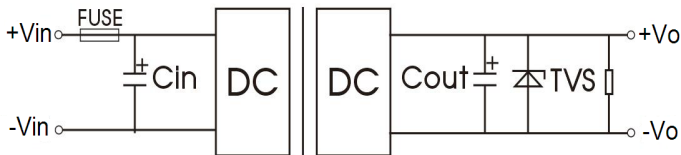

图 1
- (1)产品测试及应用时,请按照(图1)推荐的测试电路进行;至少保障外接一个电解电容Cin($\geq 220\mu\text{F}$),用于抑制输入端可能产生的浪涌电压。
- (2)如果产品输入端并联瞬变能量较大的电路(如并联电机驱动电路),或会导致产品输入电压被拉低,此时关注产品输入电压的波动,建议适当增大输入端电解电容Cin的容值,以保障输入端电压稳定,避免输入电压低于欠压保护点导致产品重复启动的情况。
- (3)如果产品输出端为感性负载时(如继电器,电机),建议在容性负载规格内增大输出电容Cout容值,并增加TVS管,用以滤除电压尖峰
- (4)如需进一步减少输入输出纹波,可适当加大外接电容Cin,Cout容值或选用串联等效阻抗值小的外接电容,外接电容Cout容值不能大于产品的最大容性负载。